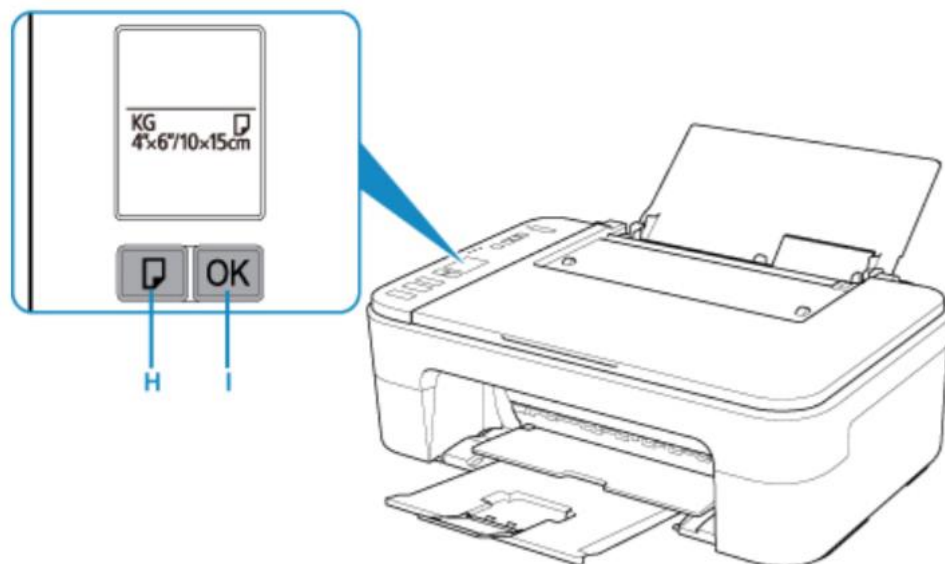

Рисунок 2.7 – Вибір формату паперу
Натиснути кнопку «Вибір паперу» (Paper Select) (H), щоб вибрати формат паперу відповідно до паперу, завантаженого в задній лоток, а потім натиснути кнопку ОК (I) (див. рис. 2.7).